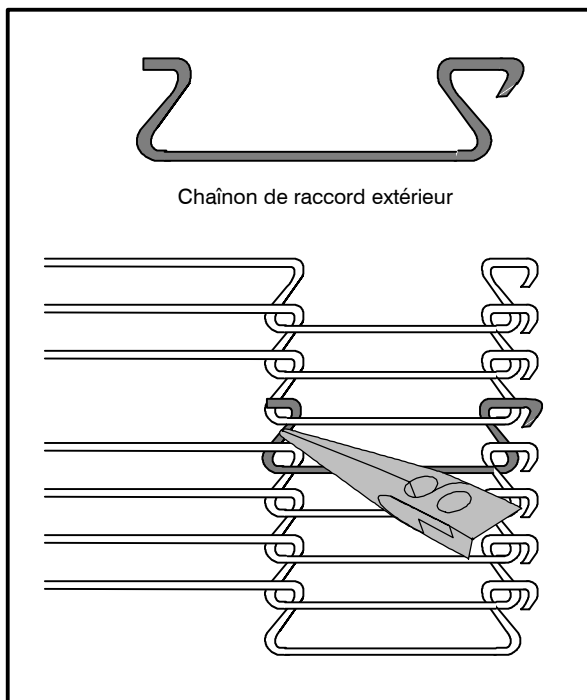

Figure 13
7. Installez les chaînons de raccord extérieurs pour terminer la connexion des deux extrémités de la courroie du convoyeur. Voir la Figure 13.